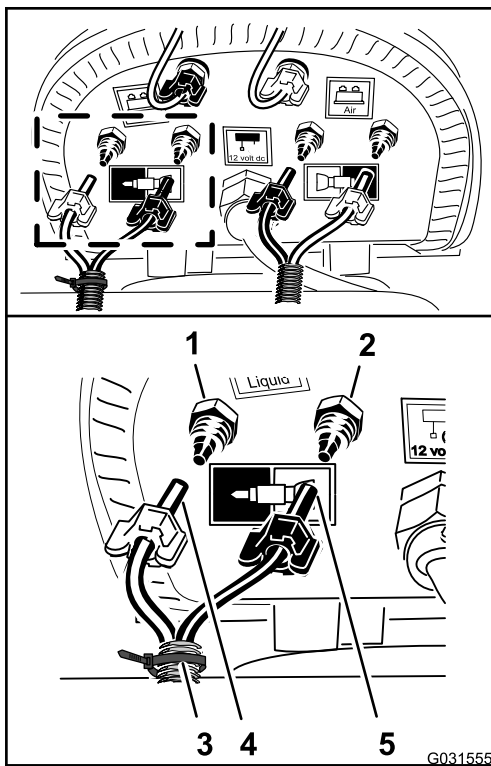

Figura 142
- Conecte usando la brida que preparó en el paso 9 de Preparación de los conjuntos de tubos nuevos para las boquillas del marcador de espuma (página 16), alineando el tubo azul del sección de fumigación derecha con el acoplamiento de compresión del circuito de agua de la sección de fumigación derecha (Figura 142).
2. Ensamble la tuerca de compresión del tubo en el acoplamiento y apriete la tuerca a mano (Figura 142).
3. Alinee el tubo transparente de la sección de fumigación derecha con el acoplamiento de compresión del circuito de aire de la sección de fumigación derecha (Figura 142).
4. Ensamble la tuerca de compresión del tubo en el acoplamiento y apriete la tuerca a mano (Figura 142).